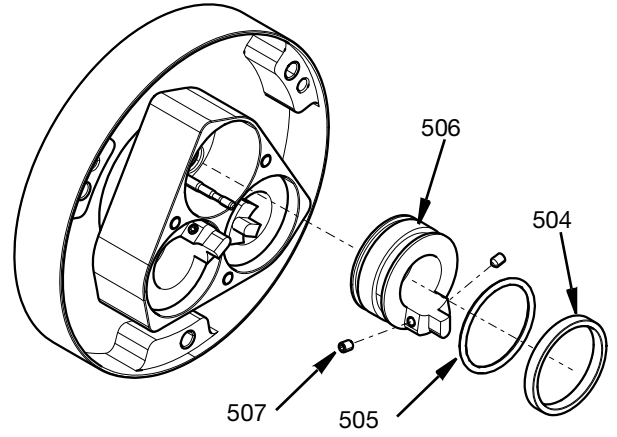

FIG. 11
3. Pistonu ve mil kapatma valfini açan iki M4 ayar vidasını (507) gevşeterek pistonu (506) çıkarın. Vidalar çıkarıldıktan sonra pistonu (506) erişilebilir. Halka conta (505) ve kılavuz halka (504) çıkarılabilir. Bkz. FIG. 11